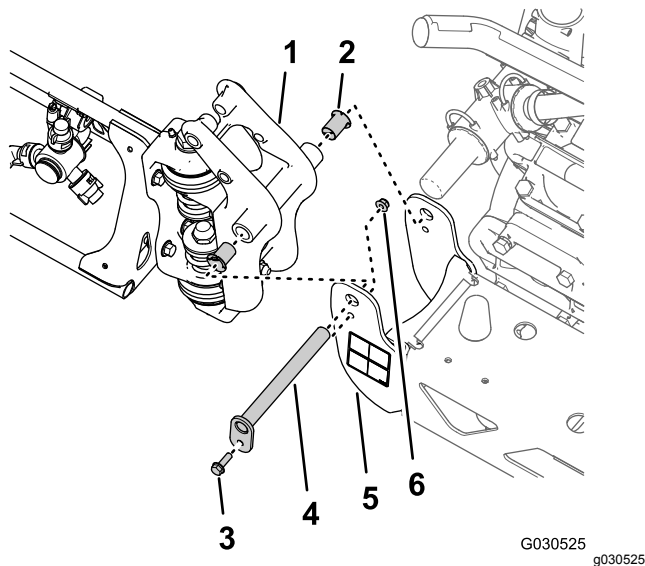

Рисунок 42
1. Удалите фланцевый болт (5/16 x 1 дюйм) и фланцевую контргайку (5/16 дюйма), которые крепят ось поворота к кронштейну оси поворота (**Рисунок 42**).
2. Снимите ось поворота с кронштейна оси поворота средней секции опрыскивателя и с крепления оси поворота наружной секции опрыскивателя (**Рисунок 42**).
3. Отделите наружную секцию опрыскивателя от средней секции опрыскивателя и снимите наружную секцию с машины (**Рисунок 42**).
4. Снимите 2 нейлоновые фланцевые втулки с крепления оси поворота наружной секции опрыскивателя (**Рисунок 42**).